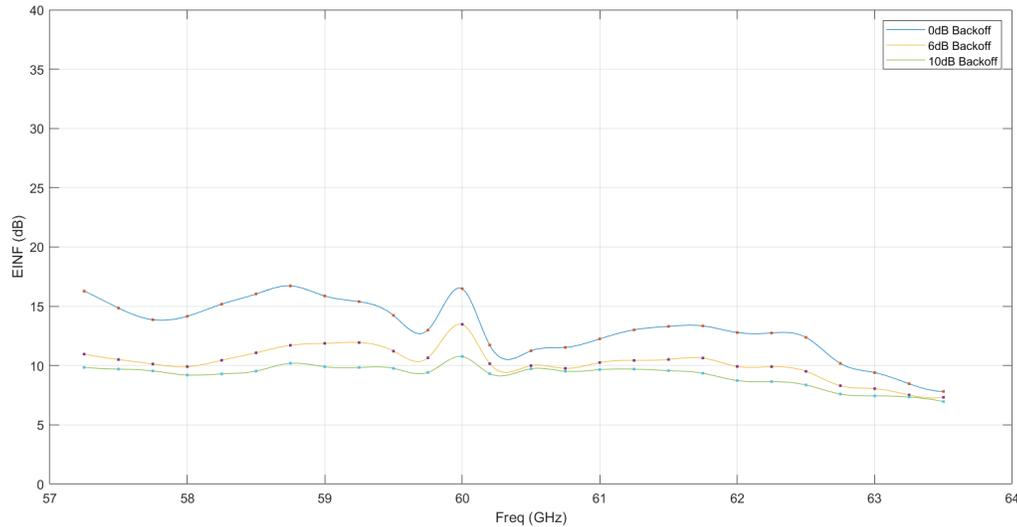

図 2-2. 各周波数におけるシングル TX 使用時の平均 EINF
送信ペアと受信ペアに対するこれらの影響を組み合わせることで、RF 周波数全体にわたるすべての送受信アンテナの総合的な影響を得ることができます。図 2-2 に、TX-RX のさまざまな組み合わせに対して平均化されたノイズ指数を示します。
- FMCW チャープの開始および停止周波数 (帯域幅) を選択することで結合を低減し、ノイズ指数を下げるのに役立ちます。図 2-2 に示すように、61 ~ 63.5GHz 帯の結合は 57 ~ 61GHz 帯よりも低くなります。周波数帯域の 61 ~ 63.5GHz の部分を活用するチャープを設計すると、ノイズ指数を低減するのに役立ちます。ローカル規制やその他の検討事項により、最終アプリケーションの周波数選択が高まることもありますが、先ほどのグラフを参考に、異なる周波数帯域でのノイズ指数を予測することができます。